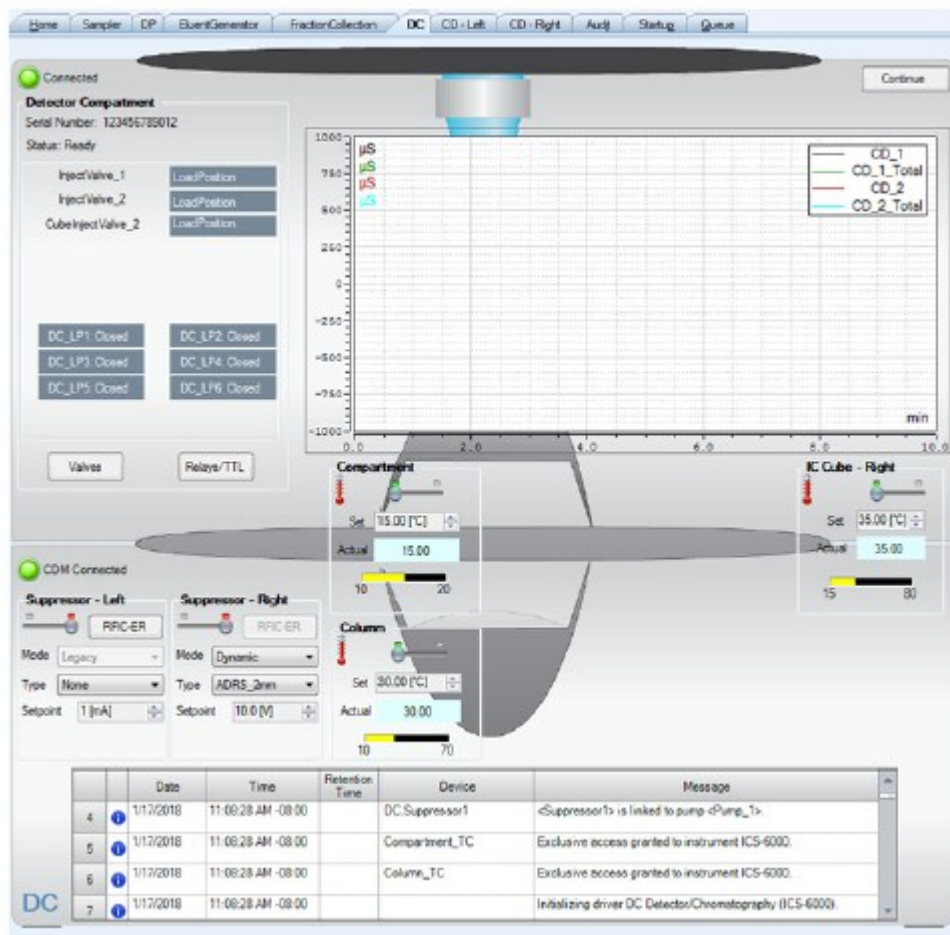

图 4-7. Chromeleon 中的 DC ePanel 示例
2. 在 Chromeleon ePanel 集上，点击 DC 选项卡即可显示 DC ePanel (见图 4-7)。